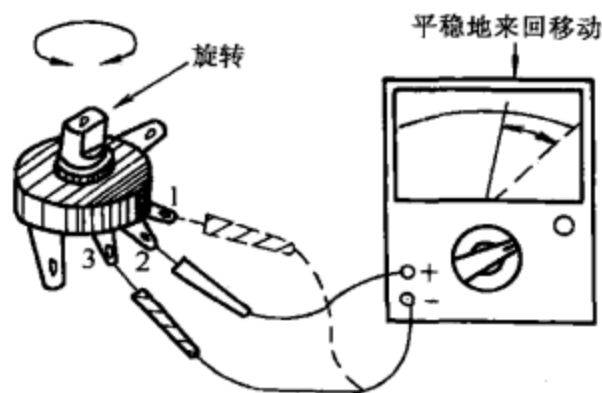

图 1-45
(1) 万用表的一表笔与电位器动臂相接，另一表笔与某一定臂相接，来回旋转电位器旋柄，万用表表针应随之平稳地来回移动，如图 1-45 所示。如表针不动或移动不平稳，则该电位器动臂接触不良。
(2) 再将接定臂的表笔改接至另一定臂，重复以上检测步骤。